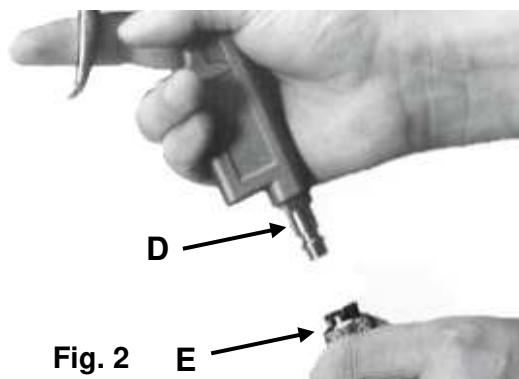

Fig. 2 E
3. Raccordez ensuite le connecteur d'air comprimé **D** de la soufflette au raccord d'air comprimé **E** à l'autre extrémité du tuyau (fig. 2).